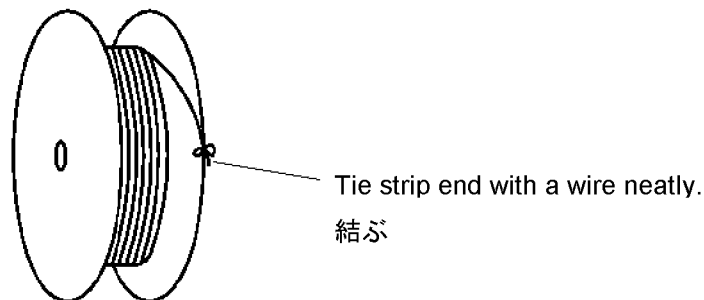

Fig.6
- (4) When removing the contact reel from the machine, fasten the end of the contact strip onto the edge of the reel with use of proper string or wire. (See Fig 6)
圧着機から一時取り外されたリールは、その先端の端子を適切な紐や針金によってフランジに結び、リールがほどけない様にして下さい。(Fig.6 参照)